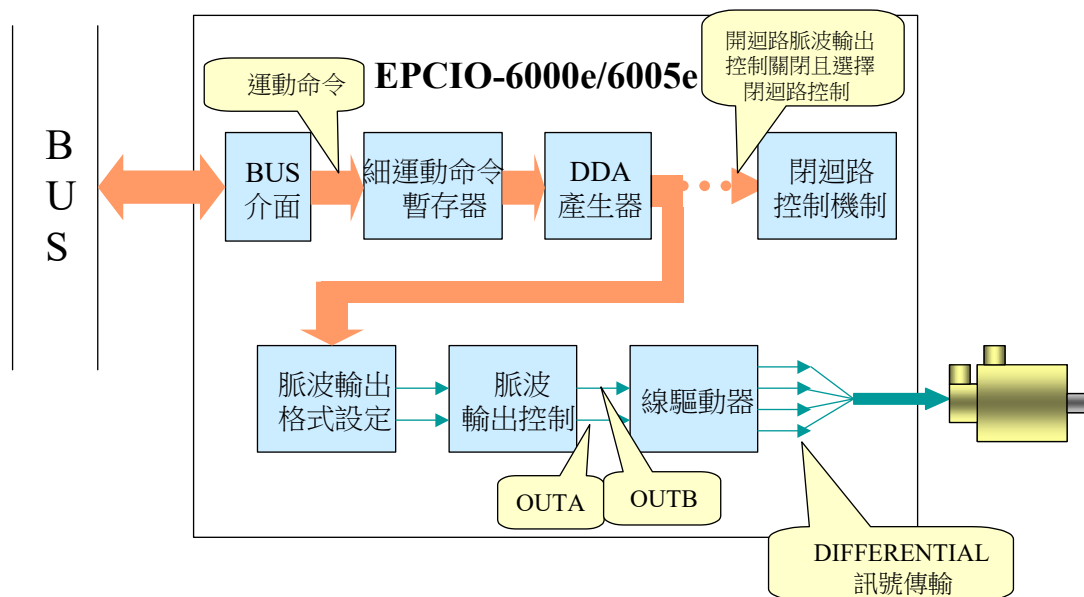

Fig.2-1
- 脈波輸出控制(參考 Fig 2.1 輸出之脈波以 OutA，OutB 表示)